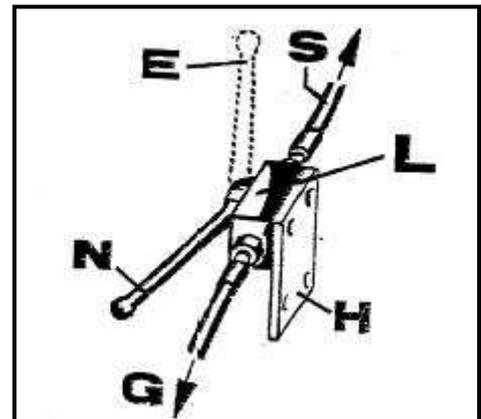

Abbildung 30
Hydraulikstecker abkuppeln und in die Leerkupplung am Dreipunktbock einstecken (Abb. 30).
- Absperrhahn (Abb. 30, Pos. N) öffnen.